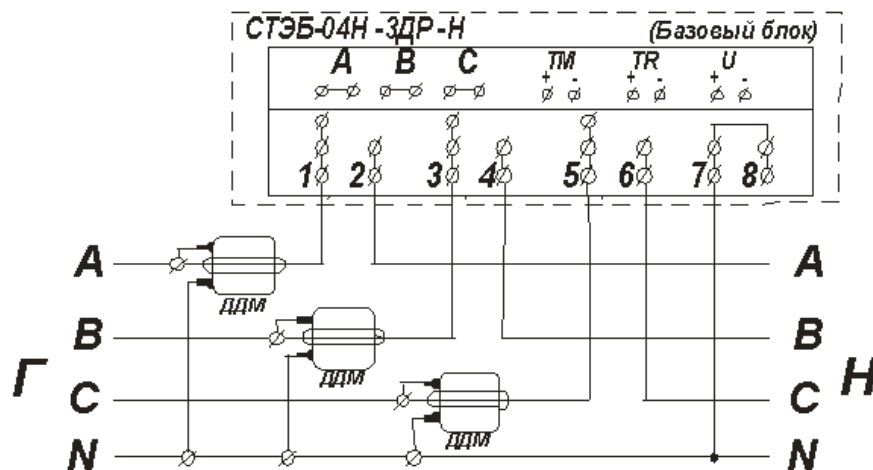

Рисунок 2 – Схема подключения счетчика
4.4 Для установки ББ следует снять клеммную крышку, закрепить ББ на панели тремя винтами, провести подключение счетчика к сети 3х230 В (см. рисунок 2). Включить сеть 3х230 В.